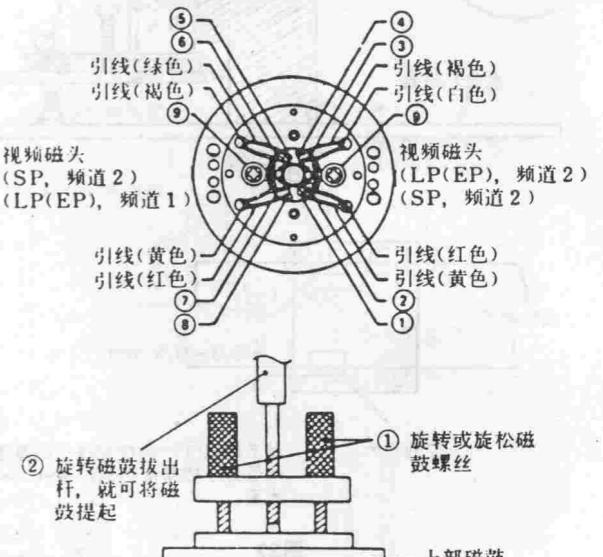

图44
- 步骤: ①熔化视频磁头引线①~⑧的焊锡,并将引线拆去,如图44所示;
②用十字螺丝刀旋下2个螺丝⑨(黄铜螺丝,外套垫圈);
③用磁鼓更换工具垂直向上提出上部磁鼓。
- 步骤: ①如图44所示,将引线正确地连接于磁鼓;
②用2个螺丝⑨固定上部磁鼓;
③将引线①~⑧分别焊接于各自的连接点。